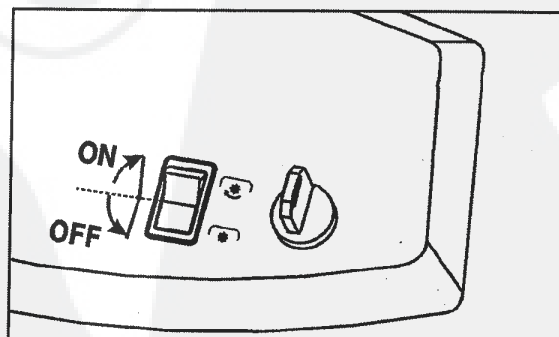

Fig. 12
Pour embrayer, abaisser le verrou du commutateur, et le placer en position ON: l'embrayage est commandé, et la poulie entraîne la courroie des lames (Fig. 12).
5. Placer le bouton de coupe en position OFF (Fig. 12).